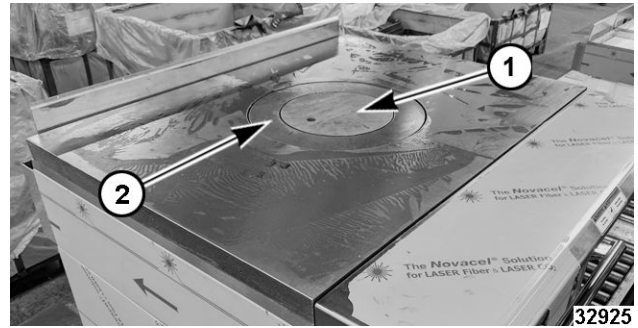

Fig. 93
3. Remove burner top plate (1, Fig. 93).
4. Remove burner head 2, Fig. 93).